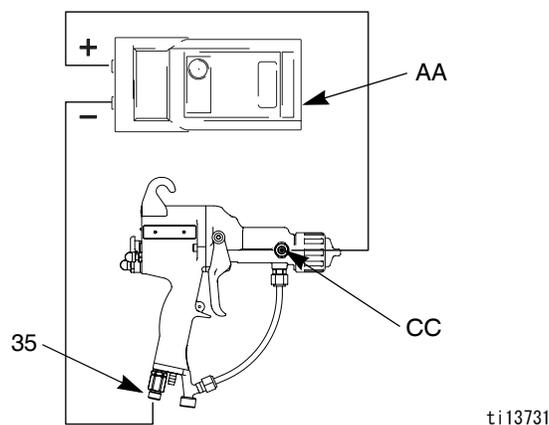

図 9. ガン電気抵抗のテスト
エアスイベル (35) と充電用プローブソケット (CC) の間の電気抵抗を測ります (図 9 ご参照下さい)；値は 70 ~ 95 メガオームである必要があります。範囲外の場合、電源とバレル電気抵抗を確認します。範囲内の場合、充電用プローブの電気抵抗をテストします。